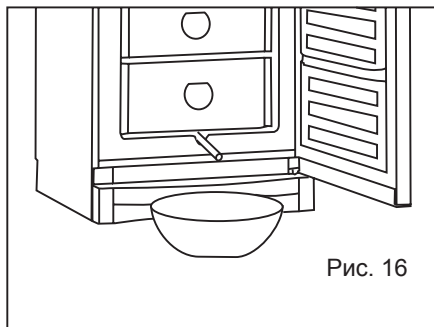

Рис. 16
3. Вытащите воронку стокового отверстия в нижней части прибора и поместите под него емкость для сбора талой воды (рис.16). Если воронка примарзла, положите на нее несколько минут кусок ткани, предварительно смоченный в горячей воде.